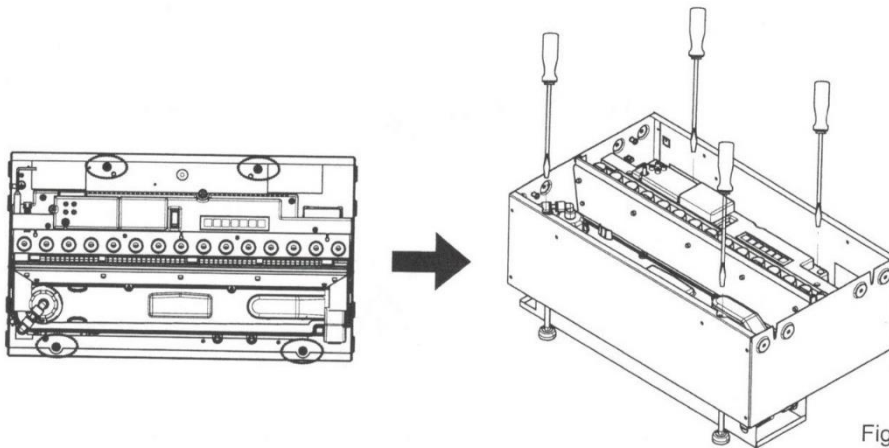

Fig. 8
3. Stellen Sie sicher, dass sich das zweite Gerät in der korrekten Höhe passend zum ersten Produkt befindet und sorgen Sie dafür, dass es gerade steht. Mit einem Schraubenzieher können Sie die verstellbaren Füße anpassen. (Abb. 8.)